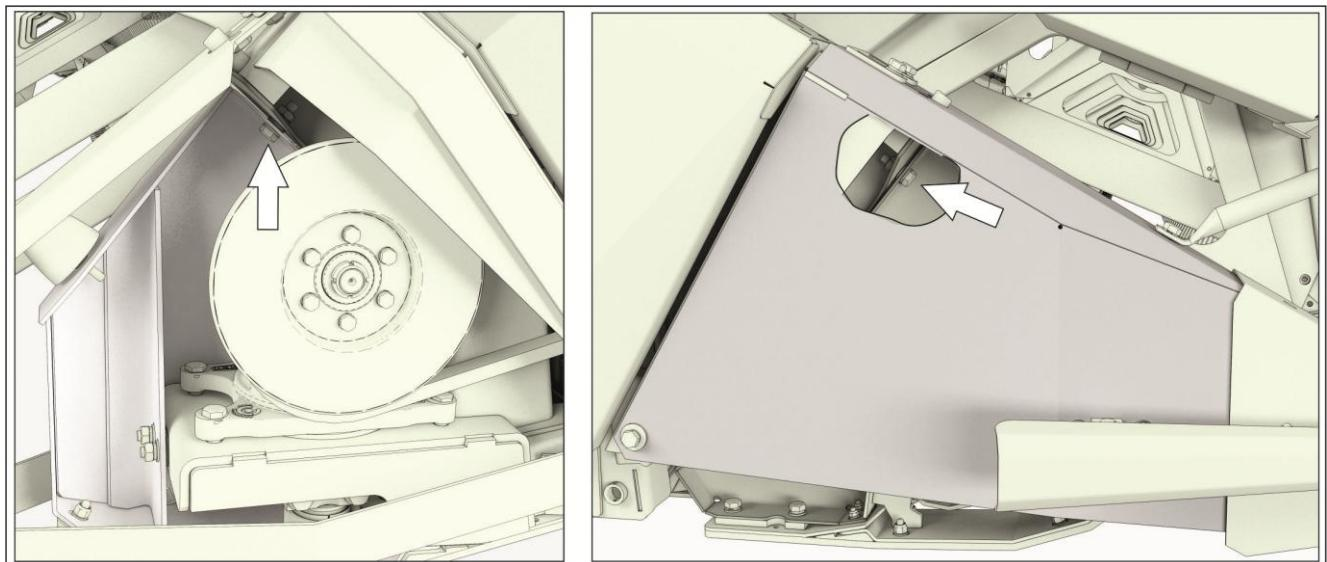

Рисунок 5.20 – Переоборудование жатки
- 2) Открепить болтокрепеж крепления подвижных боковин режущего аппарата к каркасу с обеих сторон жатки (рисунок 5.20);
- 2) зафиксировать рычаги и подвижные боковины режущего аппарата на каркасе жатки болтокрепежом (рисунок 5.20). При этом режущий аппарат примет положение, показанное на рисунке 5.25;